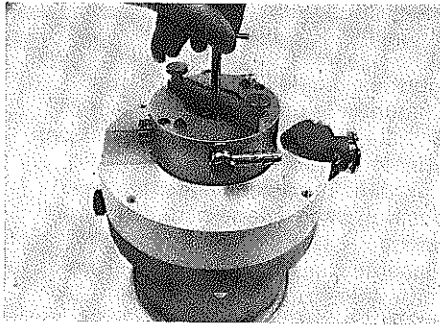

Fig. 19
- 2 Gummifüße 27 entfernen, Abzieher C am Unterteil befestigen (Fig. 19).
- Take off two rubber legs 27, fasten puller C to the bottom (fig. 19).
- Retirer les deux pieds caoutchoutés 27, fixer l'extracteur C sur la partie du bas (fig. 19).